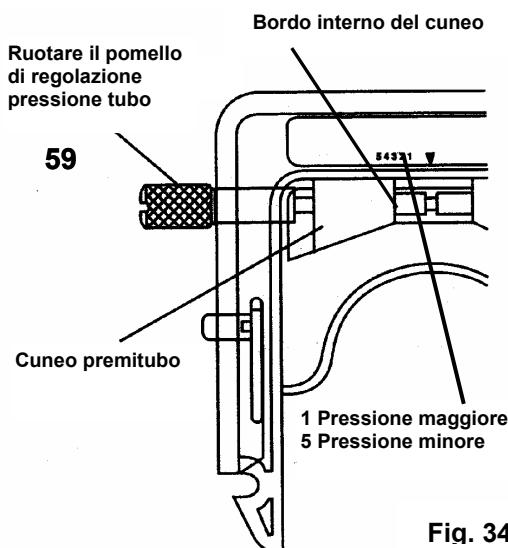

Fig. 34
Il sistema portatubo a cassetta si installa facilmente senza l'ausilio di utensili con un semplice clic ed altrettanto facilmente si smonta. Dato che le cassette funzionano in egual modo in entrambi i sensi il loro orientamento non è fondamentale. Si consiglia tuttavia di disporre le cassette possibilmente a direzioni alternate in modo da poter ruotare più facilmente il pomello di regolazione di ogni singola unità quando ne vengono impiegate diverse accoppiate. Ruotare il pomello di regolazione (59) pressione tubo (fig. 34) in senso antiorario per raggiungere la massima apertura. Questo passo è superfluo se la pressione tubo è regolata sull'impostazione di fabbrica o se è stata correttamente impostata in occasione di precedenti utilizzi.
Regolare adesso la pressione tubo. A tale scopo ruotare il pomello di regolazione (59) in modo che il bordo interno del cuneo venga a trovarsi a metà strada tra le cifre 1 e 2 della scala sulla targa dati (vedi fig. 34).
Ridurre, a pompa funzionante, la pressione tubo precedentemente impostata. Ruotare il pomello di regolazione pressione tubo (59, fig. 34) in senso antiorario per spostare i cunei su di un valore della scala più alto (verso il 5). Continuare a ruotare la manopola (59, fig. 34) in senso antiorario fintanto che la portata è troppo ridotta o la pressione prodotta non è più sufficiente. A questo punto ruotare il pomello in senso orario fino a che portata e pressione sono corretti.